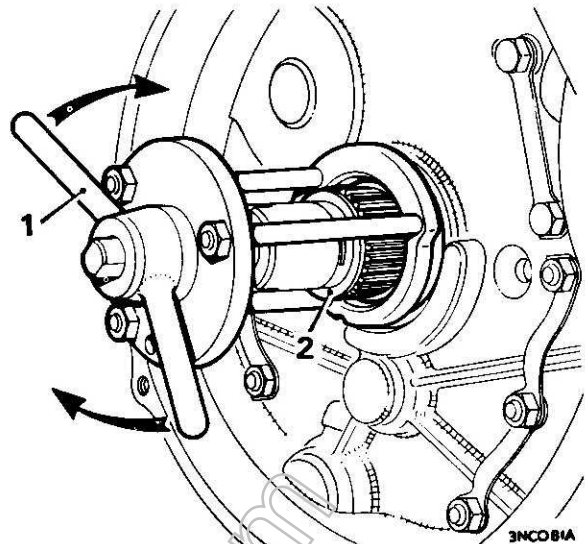

Fig. A.28
13. Imboccare il corpo dell'attrezzo 18G 1068B sull'albero a gomiti ed avvitare in senso orario il dado ad alette. Fig. A.28. Il paraolio raggiunge la sua giusta posizione di montaggio quando la base dell'attrezzo si porta a contatto con il labbro del foro dell'alloggiamento.